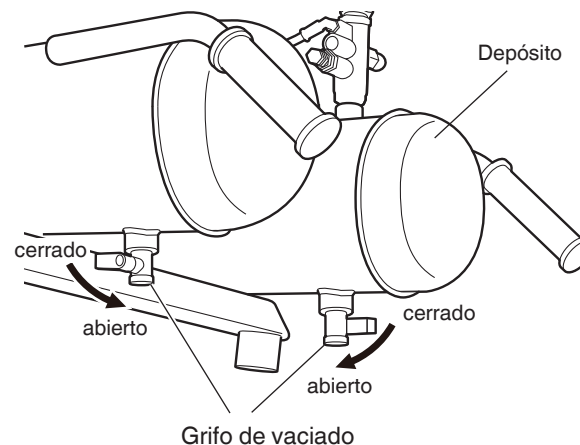

Fig. 12
- Abrir gradualmente el grifo de vaciado, purgar y eliminar todo el aire que se encuentra dentro del depósito para prevenir corrosiones internas en el depósito (Fig.12).
Drene el depósito diariamente, o después de 4 horas de utilización. Abra el grifo de drenaje e incline el compresor para vaciar el agua acumulada (Consulte la Fig. 12).